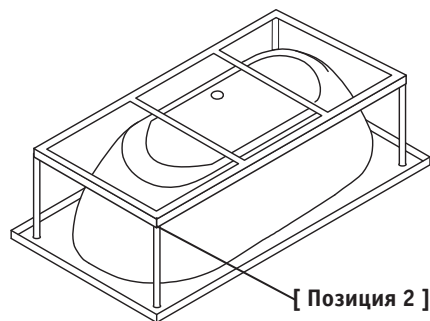

Рис. 1
1. Перевернуть ванну вверх дном, положить на мягкую подстилку. По схеме расположить раму (рис. 1) на дне ванной, обеспечив равномерный зазор.
3. Установить стойки на раму ванной (рис. 1), прикрутив стойку к раме гайкой М12 (позиция 2).